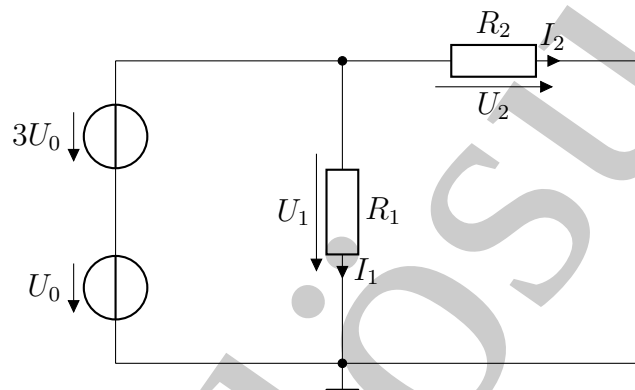

Abbildung 1
- a) Gegeben ist die Schaltung in Abb. 1. Es gilt $U_0 = 2,5 \text{ V}$. Berechnen Sie die Spannungen U_1 und U_2 sowie die Ströme I_1 und I_2 . (3 P.)